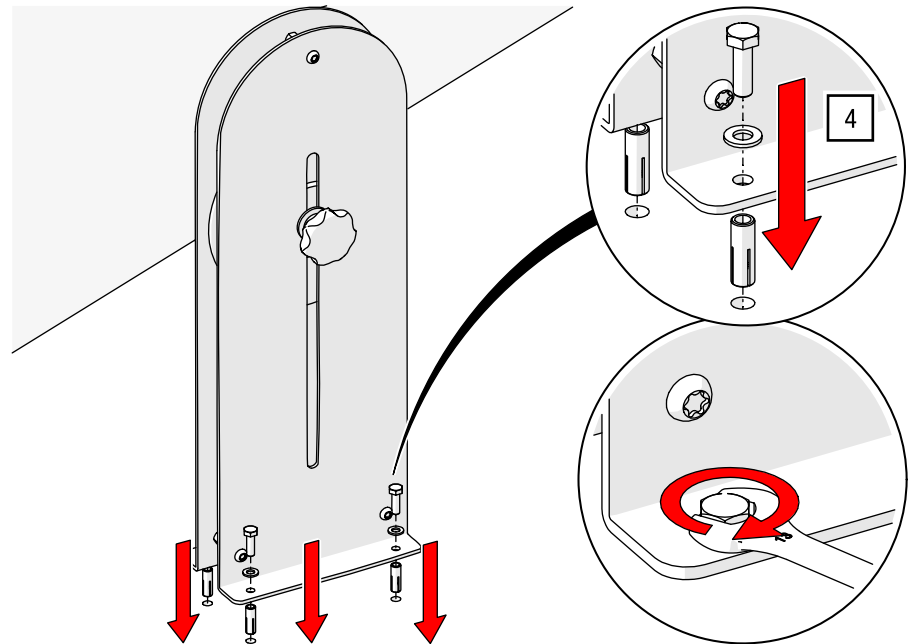

Abb. 119: Manueller Antrieb ROPE-DRIVE – Hanfseil-Gegenspannrolle montieren
4. Verschrauben Sie die Hanfseil-Gegenspannrolle mit dem Untergrund entsprechendem Montagmaterial am Boden (Montage entsprechend Herstellerangaben; Beispiel Betonboden / Estrichs – siehe Abb. 119).